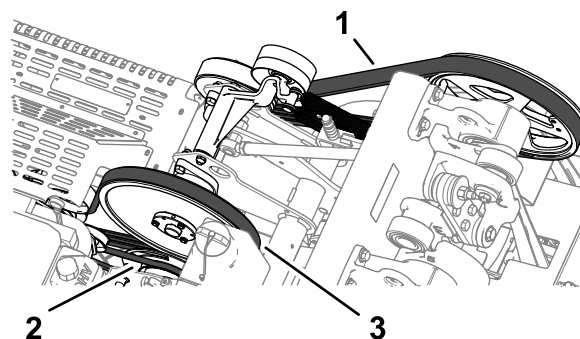

図 175
2. 油圧ポンプ、ジャッキシャフト、クランクシャフトの各ベルト 図 175を点検。破損、摩耗、割れ、こびりついたほこりなどがいないか調べる。